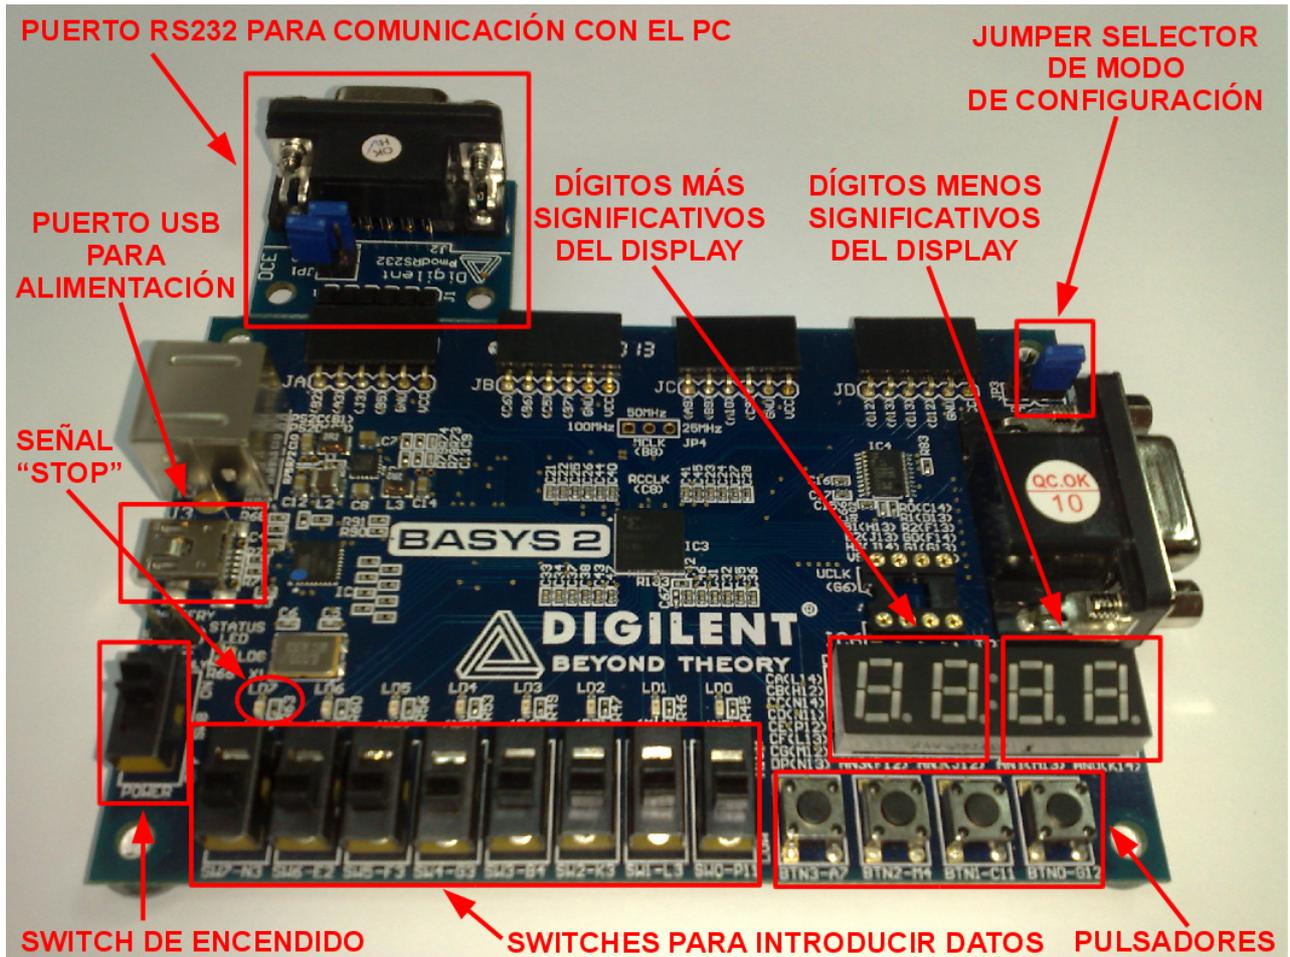

Figura 1. Placa de prototipado empleada en la práctica.
Con estos objetivos se ha implementado1 un sistema basado en el procesador CS2010 sobre la placa de prototipado Digilent Basys2 que se muestra en la figura 1. El sistema implementado incluye los siguientes componentes:
2. Conecte la placa al puerto RS232 del PC (vea la figura 1 para ver como conectar la extensión RS232 a la placa de prototipado).